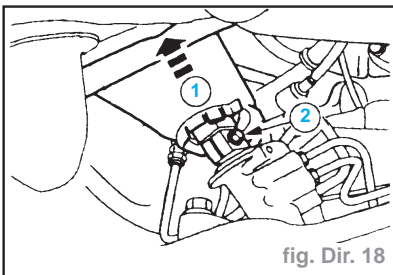

fig. Dir. 18
- déplacer le joint de traverse (1) vers le haut. (fig. Dir. 18)
- Poser l'arbre d'accouplement de colonne de direction et le joint de plancher. Serrer la vis (2) à **3,5 daN.m** (fig. Dir. 18).